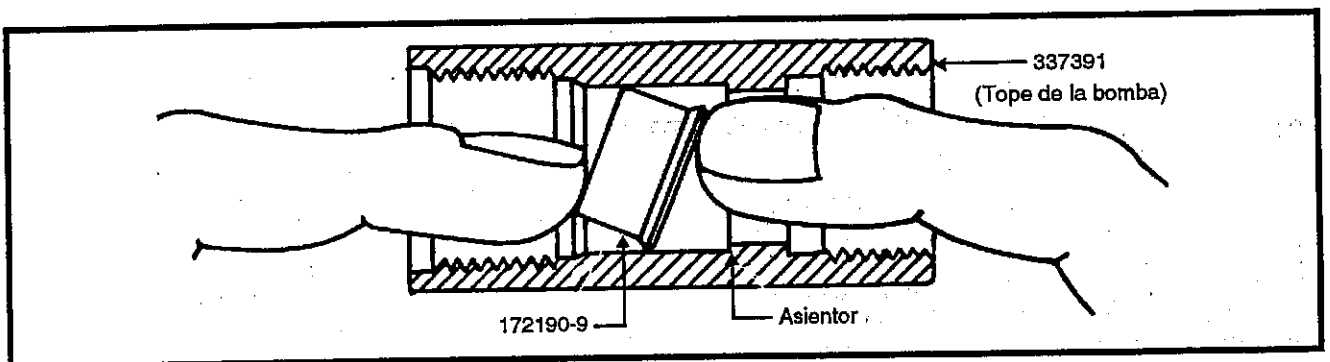

Figura 6: Instalación del sello 172190-9
c. Ejercer presión con los dedos a ambos lados del sello a través de los extremos del fiador. El sello se puede forzar para que caiga en su posición contra el asiento. (Figura 6).